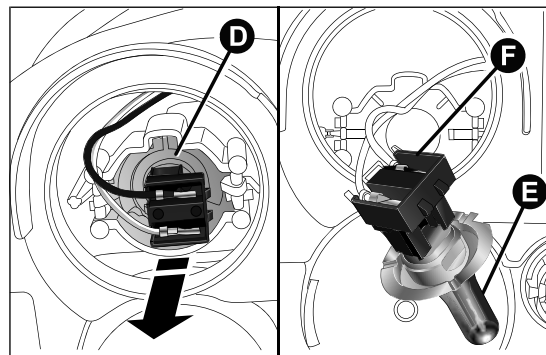

fig. 166
- ☐ quitar el grupo conector + portalámparas D fig. 166 extrayéndolo hacia el exterior;